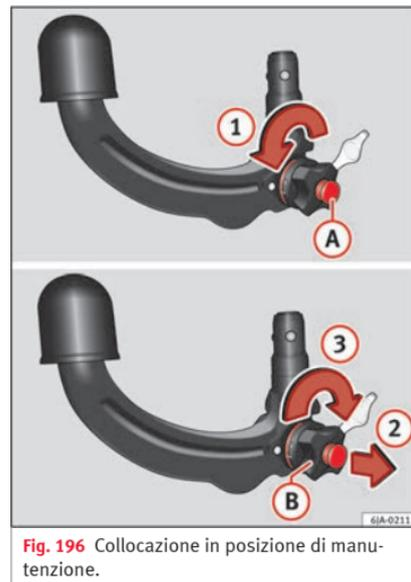

Fig. 196 Collocazione in posizione di manutenzione.
- Girare la chiave **A** nel senso della freccia **1** fino al limite » fig. 196.